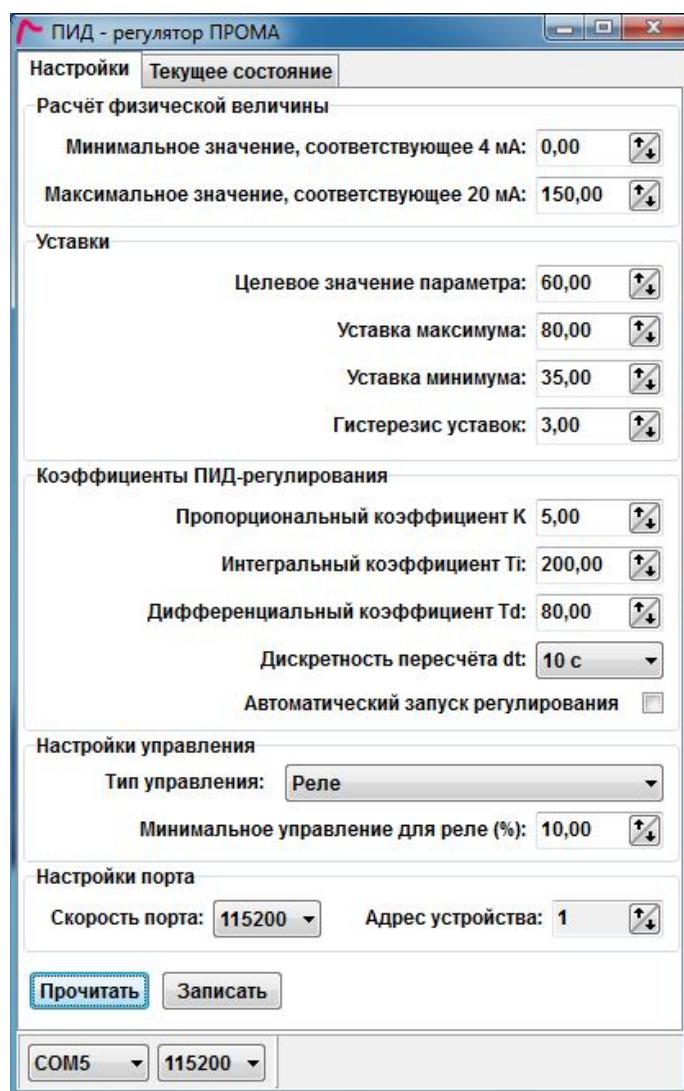

Рис. 6. Закладка «Настройки»
3.0.2 Перед началом работы внизу окна (Рис. 6) выберите СОМ порт компьютера, к которому подключен регулятор, и настройте скорость порта.
3.1.1 На этой закладке (Рис. 6) можно редактировать различные настройки прибора. Нажмите кнопку «Прочитать», чтобы считать текущие значения настроек с прибора и кнопку «Записать», чтобы сохранить изменения в прибор. Запись настроек перезапускает алгоритм регулирования, если он был запущен.